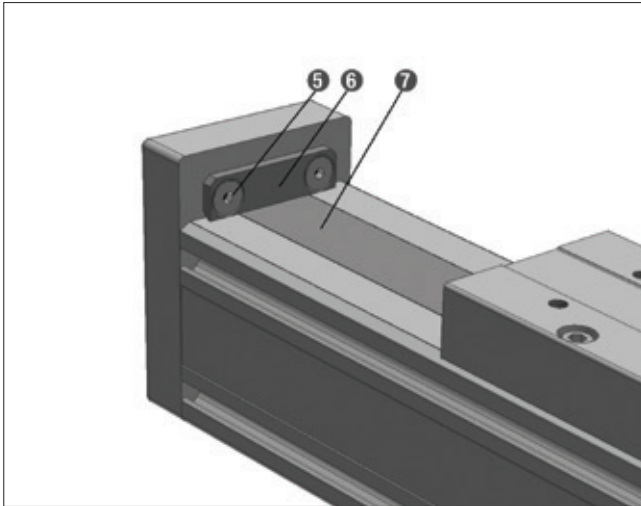
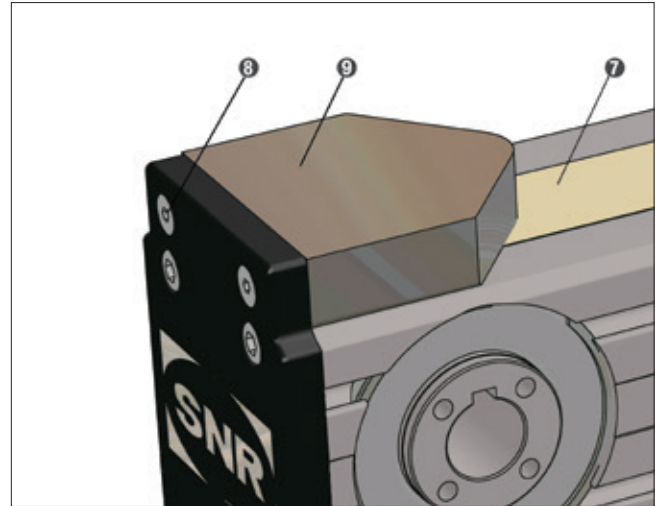
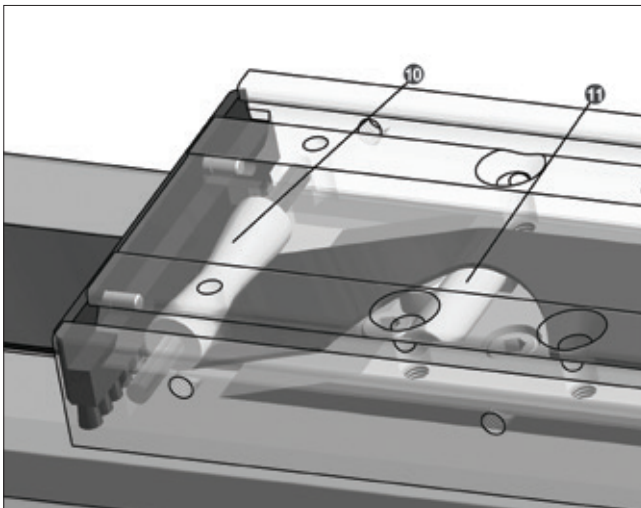

Bild 4.13 ____ Abdeckbandbefestigung Spindelachsen
Bild 4.14 ____ Abdeckbandbefestigung Zahnriemenachsen
Bild 4.15 ____ Abdeckbandumlenkung
2. Bei Linearachsen mit Spindeltrieb (Bild 4.13) die Schrauben der Bandklemmung ❸ und ❺ demontieren und die Bleche zur Bandklemmung ❹ und ❻ entfernen. Bei Linearachsen mit Zahnriemenantrieb (Bild 4.14) die Befestigungsschrauben der Endlagendämpfer ❽ demontieren und die Endlagendämpfer ❾ entnehmen.
3. Abdeckband ❷ entfernen.
4. Bandführungsrolle ❿ im Schlittenteil und Andruckrolle in der Tischplatte ❶ auf Leichtgängigkeit und Beschädigungen überprüfen und gegebenenfalls zu reinigen oder zu tauschen (Bild 4.15).